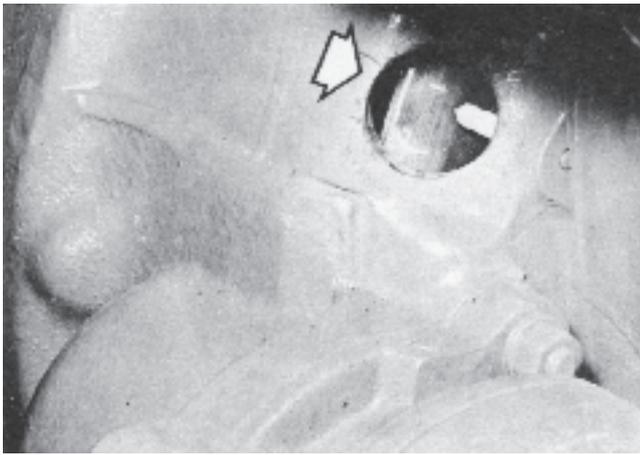

Fig. 127. Réglage du volant
Continuer à tourner le moteur dans le sens normal de rotation jusqu'à ce que la graduation de réglage du volant (voir les « Caractéristiques techniques ») se place juste devant la pointe de l'indicateur dans le carter de volant (figure 127).
3. Continuer à faire tourner le moteur dans le sens normal de rotation jusqu'à ce que la graduation de réglage du volant (voir les « Caractéristiques techniques ») se trouve juste devant la pointe de l'indicateur sur le carter de volant (figure 127).